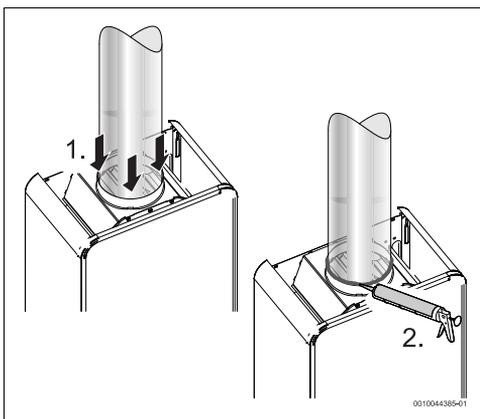

Fig. 18
- Estanqueización con material adecuado (fig. 18)